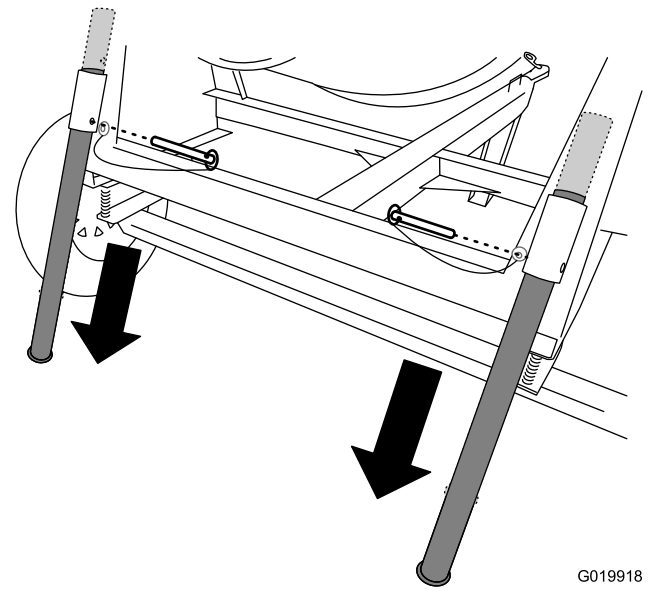

Figura 29
2. Deslice la pata estabilizadora hacia abajo en el soporte, y alinee el taladro del soporte superior con el taladro superior de la pata estabilizadora (Figura 29).
3. Introduzca el pasador de horquilla a través de los taladros del soporte y de la pata estabilizadora (Figura 29).
1. Retire el pasador de horquilla de una pata estabilizadora y del soporte (Figura 29).